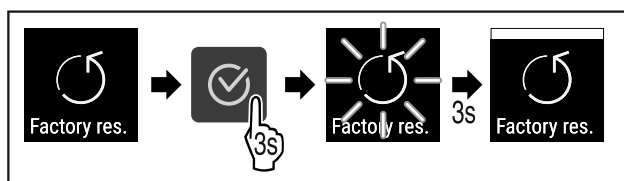

Fig. 119
- ▶ Suivre les étapes (voir Fig. 119) .